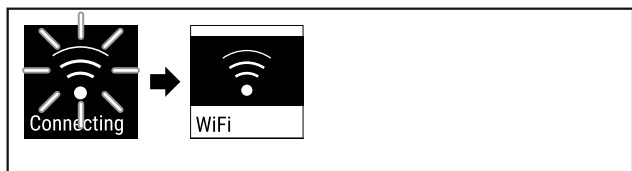

Fig. 76
- ▶ Połączenie zostanie utworzone (patrz Fig. 76).